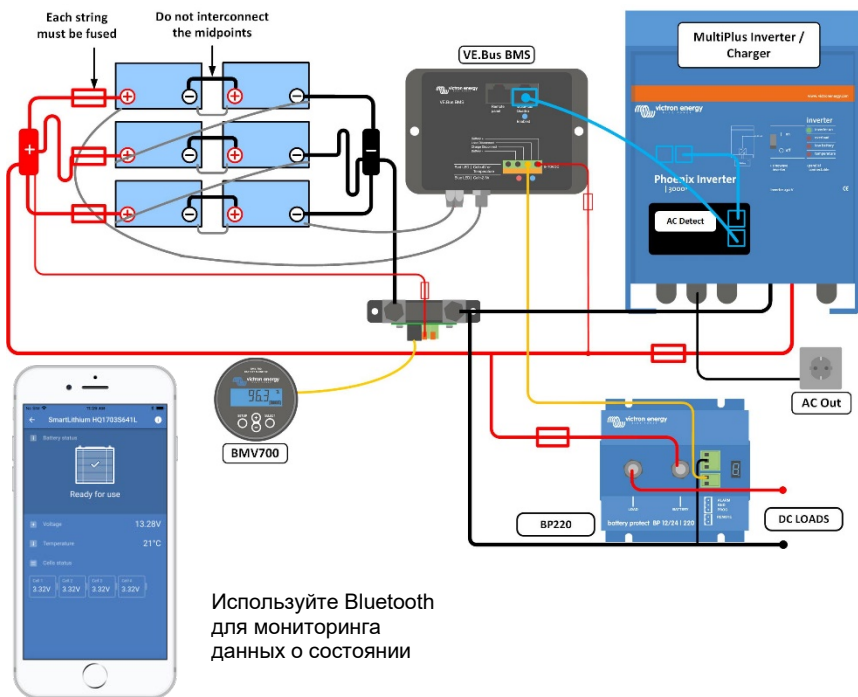

Рисунок 1: Пример системы с VE.Bus BMS
**Каждая батарея или ряд батарей должны быть защищены предохранителем, см. Рисунок 1.**